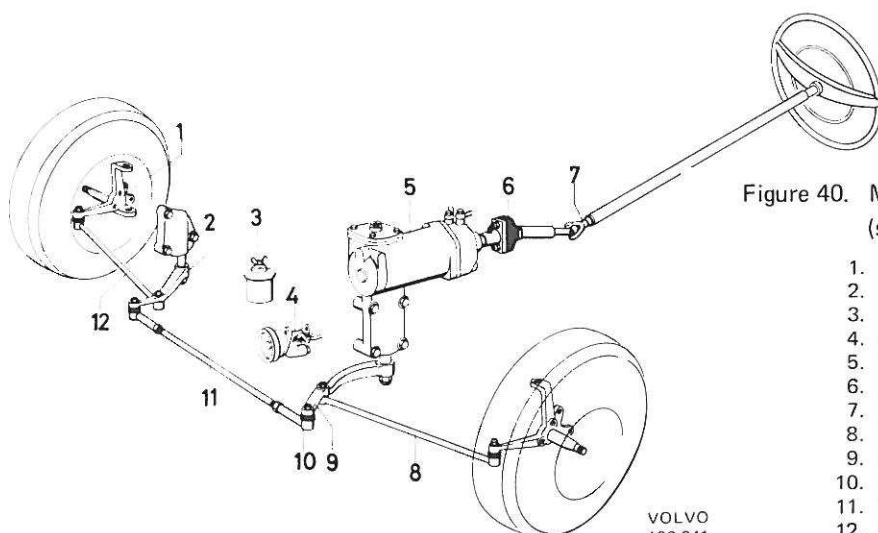

Figure 40. Mécanisme de direction (servodirection)
La construction de système de direction ressort de la figure 40. Les mouvements de pivotement du volant sont transmis aux roues par l'intermédiaire de la colonne de direction (7), du boîtier de direction (5), de la bielle pendante (9), de la barre d'accouplement (11), des barres de connexion (8 et 12) et des leviers d'attaque de fusées (1).
Les joints à rotule des barres d'accouplement et de connexion sont revêtus de plastique, ce qui rend superflu tout graissage d'entretien. La barre d'accouplement (11, figure 40) est munie de joints à rotule (extrémités de barre d'accouplement) interchangeables, alors que les joints à rotule des barres de connexion (8 et 12) font corps avec ces barres.